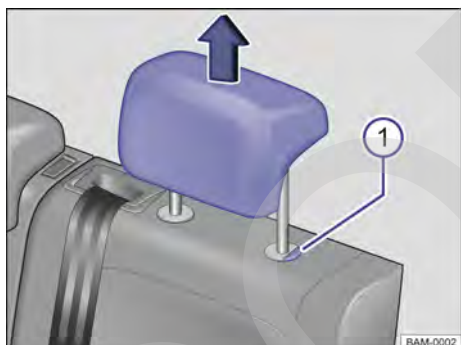

Fig. 71 Apoyacabezas traseros: desinstalar.
- Retirar el apoyacabezas con el botón → fig. 71 ⓘ presionado.
- Empujar hacia abajo el apoyacabezas con el botón → fig. 71 ⓘ presionado.